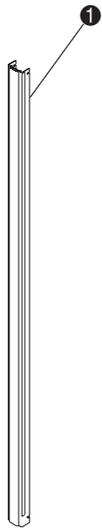

Figura 2-16. Installazione della guarnizione in gommapiuma
10. Sul lato sinistro e destro del gruppo del pannello, installare due guarnizioni in gommapiuma di 171 cm come mostrato in Figura 2-16.